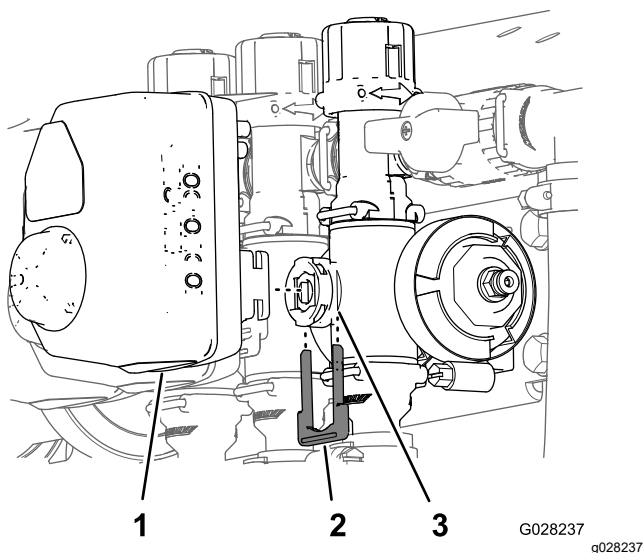

図 13
1. アクチュエータを個別boomバルブまたは攪拌バルブ用のマニホールドバルブに固定しているリテーナを外す 図 13。
8. 図 13 先に取り外したリテーナーを使って、取り外したアクチュエータをマニホールドバルブに取り付ける。